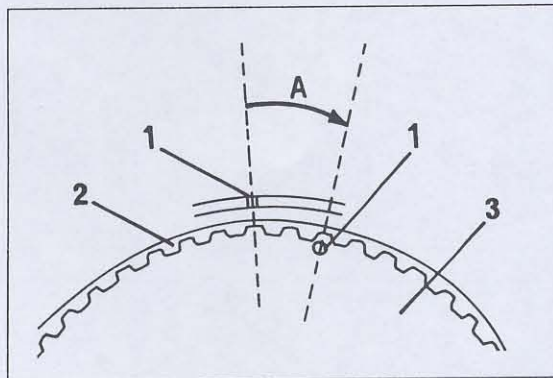

Bild 139
- Den Kolben des ersten Zylinders auf den oberen Totpunkt setzen. Die Kontrolle erfolgt an der Oberseite des Nockenwellenrades, da anhand dessen auch die nächste Arbeit durchzuführen ist. Die Pleuellager wird jetzt langsam in Drehrichtung verdreht (Ringschlüssel oder Stecknuss an der Schraube in der Riemenscheibe ansetzen), bis sich die Steuermarken im Nockenwellenrad um zwei Zähne nach rechts verschoben hat, wie man es in Bild 139 sehen kann.